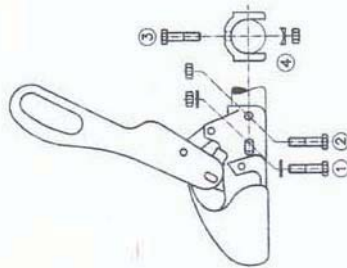

Bild 3: Anschluss
Die Zugkugelpkupplungen WS 3000-H/LB sind spezielle Ausführungen für Auflaufbremsen und werden mit Kreuzverschraubung (1)+(3) und dem Lochabstand 40 mm montiert. (Bild 3) Das Befestigungsmaterial gehört nicht zum Lieferumfang.